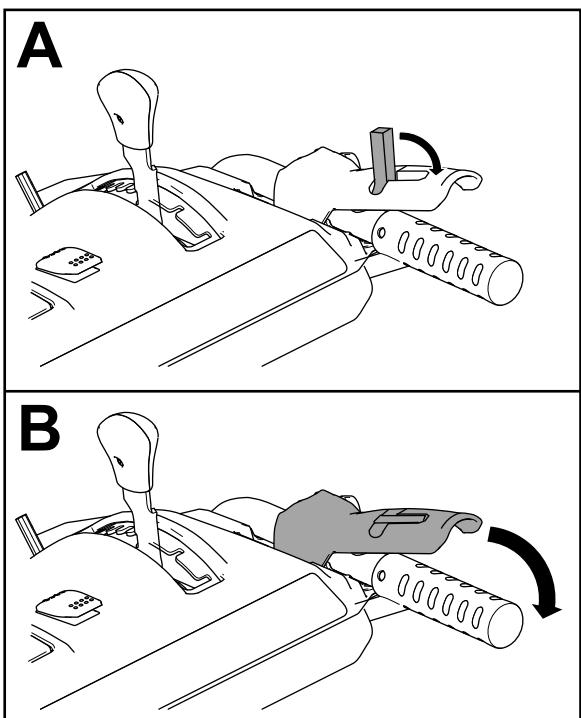

Figure 22
- Pour engager l'entraînement de vis sans fin/turbine, déplacez le commutateur de verrouillage vers l'arrière sur le levier, puis serrez le levier droit (vis sans fin/turbine) contre la poignée (Figure 22).